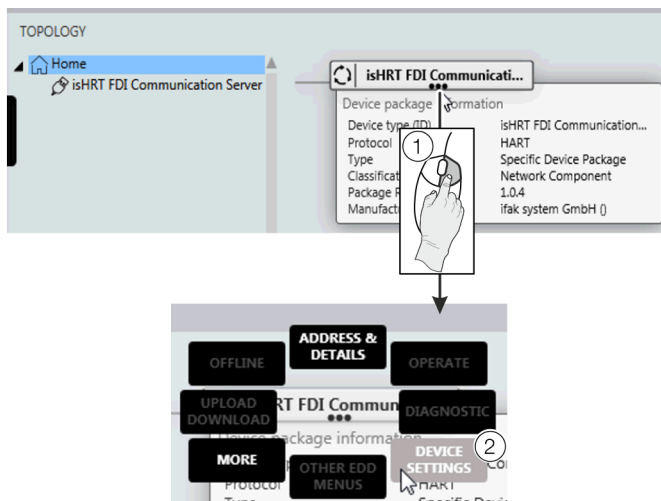

Figure 29: FIM - sélectionner « Device Settings »
6. Clic droit sur ① comme illustré à la **Figure 29**.
7. Sélectionner « DEVICE SETTINGS » ② comme illustré à la **Figure 29**.